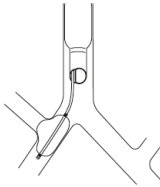

Fig.9
3. Pour une thoracotomie à droite, positionner et gonfler le ballonnet du bloqueur de sorte à créer une légère hernie dans la bronche lobaire supérieure. Ceci aidera à fixer le ballonnet du bloqueur en position et à parfaitement bloquer la bronche souche principale droite (Fig. 9).